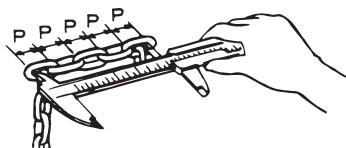

図18 ピッチ測定方法
- (1)ロードチェーンは、部分的にではなく、全体をチェックしてください。5個のリンクのピッチ(P)の和を、図18のように、ノギスで測定してください。
- (2)通常は30cmおきに測定してください。但し、限界値に近いときは、より多くの場所を測定し、一部分でも限界値に達していたら新品と取り替えてください。
- (3)リンクとリンクの接触部の摩耗やキズなどにより、線径が初期線径の95%未満(最も小さい測定値となる測定を行うこと)になっている部分が1箇所でもあれば、新品と取り替えてください。以下3項目のいずれか1つでも該当するロードチェーンは、新品と取り替えてください。
- (4)チェーンに有害なキズがある。
- (5)チェーンが変形している。
- (6)溶接スパッタの付着が見られるなど、高熱にさられたと考えられる場合。